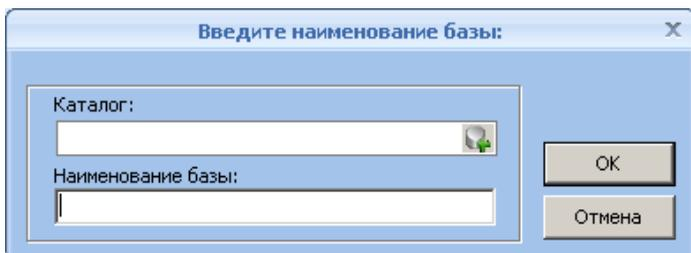

Рис. 6.15 Окно создания персональной базы.
2. Далее нужно выбрать папку (Рис. 6.15), в которой будет храниться персональная база (папку можно создать и указать соответствующее наименование).